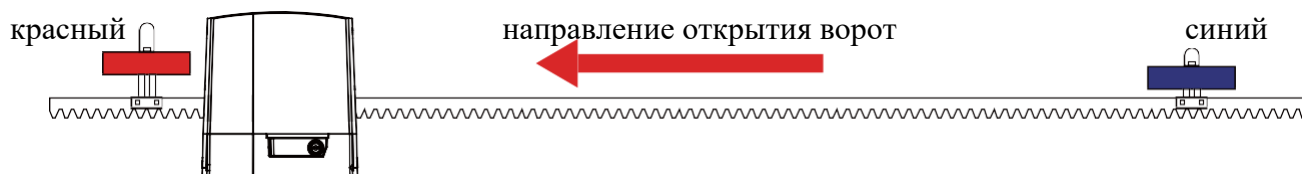

Рис. 10 Установка магнитных концевых выключателей, при открытии ворот справа на лево
2. Установите на зубчатой рейке в крайних положениях створки ворот кронштейны с магнитными концевыми выключателями таким образом чтобы, находясь перед воротами со стороны привода, красный магнитный концевой выключатель располагался слева от привода, а синий — справа (Рис. 10).